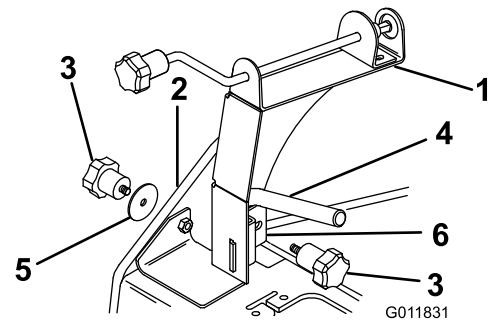

Figure 4
2. Trouvez le trou dans la plaque latérale du châssis (Figure 4) situé juste derrière et à gauche de la poignée gauche.
3. Placez le support d'orientation de l'éjecteur entre la poignée gauche et la plaque latérale (Figure 4).
4. Fixez le support au châssis avec un bouton et la grande rondelle (Figure 4).
5. Insérez la fixation du guidon dans la fente du support d'orientation de l'éjecteur, enroulez-la autour du guidon et fixez-la avec un bouton (Figure 4).